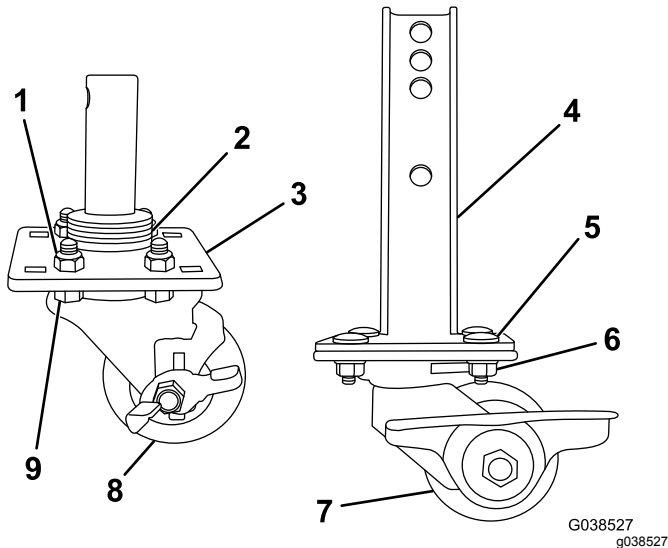

Figure 1
- Montez les roulettes comme montré à la Figure 1.